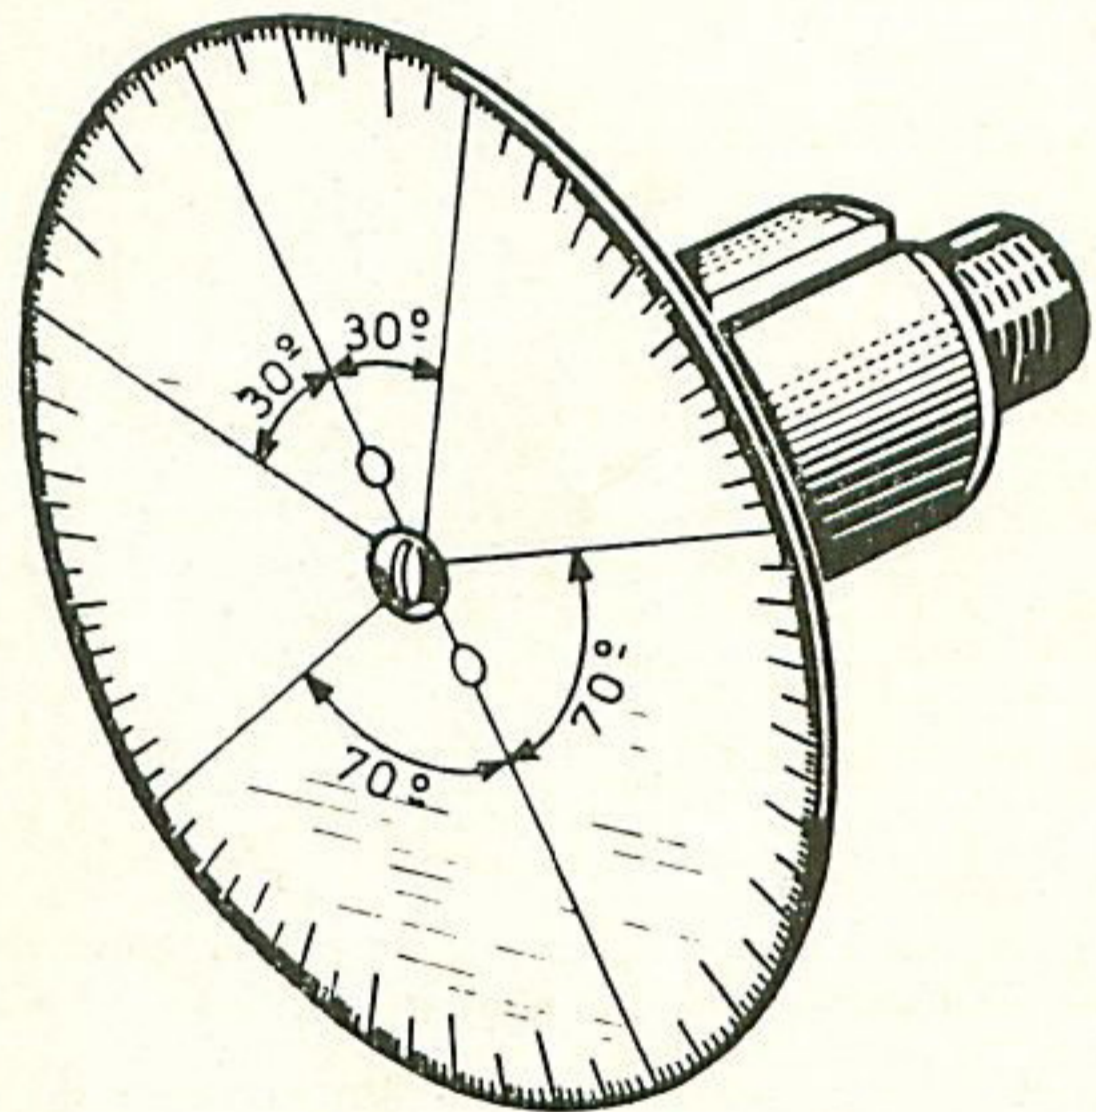

Fig. 22 - Disque de calage de distribution.
- Monter un disque gradué (fig. 22).